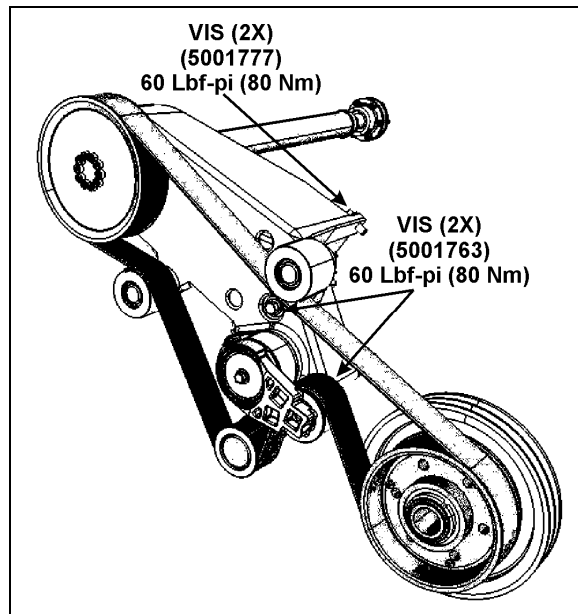

FIGURE 1 : SUPPORT #550919
2. Appliquer un couple de serrage de 80 Nm (60 Lb-pi) sur les deux vis d'assemblage courtes du support du mécanisme d'entraînement du ventilateur du radiateur (Voir les figures 1 et 2).